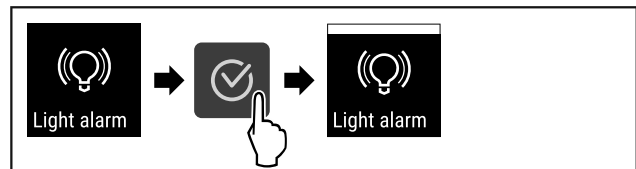

Fig. 119
- ▶ Kryeni hapat e veprimit (shihni Fig. 119).